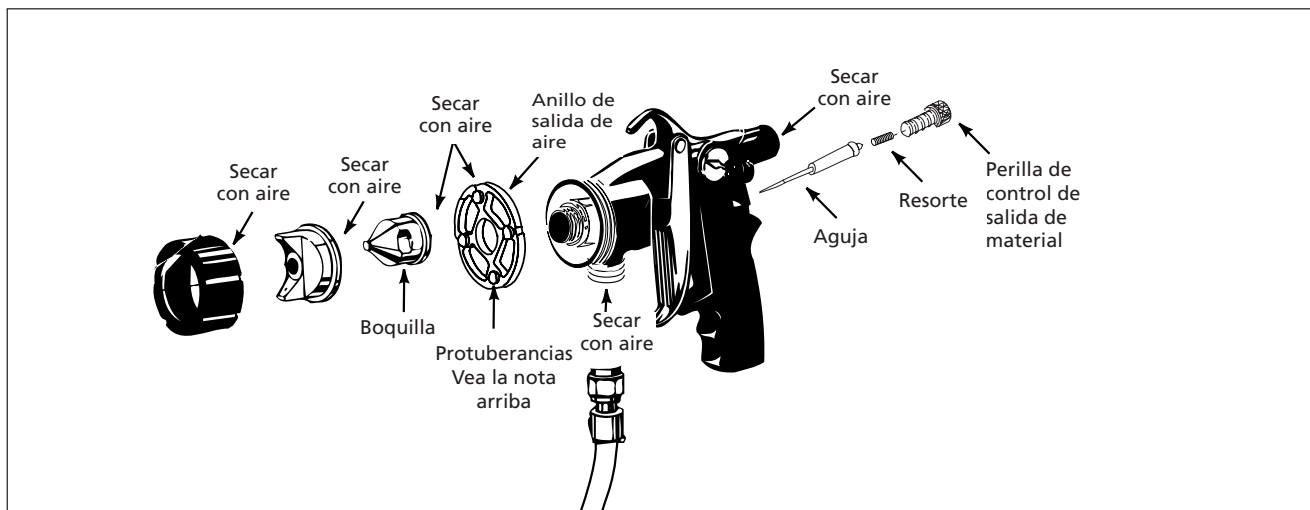

Figura 18 - Para secar con aire bajo presión los componentes
- Coloque las piezas en el orden contrario que usó para desarmarlas (Vea la Figura 18). Para evitar que la aguja se dañe, siempre instale la boquilla antes de instalar la aguja.
- Después de haber limpiado bien los componentes, use la manguera de la turbina para secarlos. Esto evita que el material se contamine la próxima vez que use la rociadora y que ésta se oxide. (Vea la Figura 18).
*Al ensamblarlo, las cuatro protuberancias del anillo de salida de aire deben estar hacia adelante (hacia la boquilla). (Vea la Figura 18).*